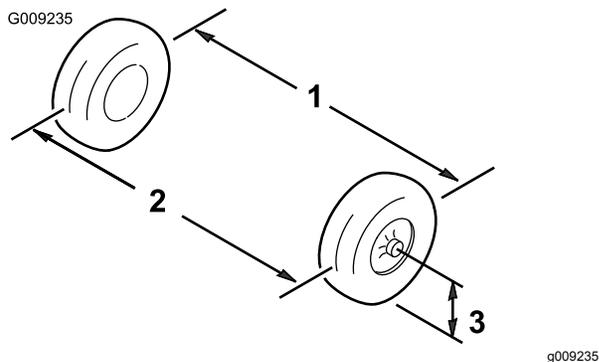

Рисунок 56
1. Измерьте расстояние между обеими передними шинами на уровне моста, с передней и задней стороны передних шин (Рисунок 56).